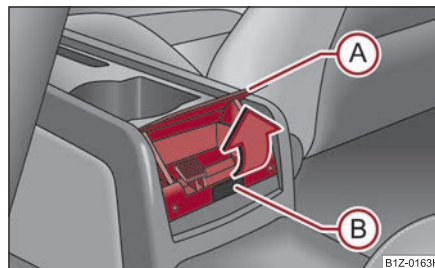

Fig. 112 Consola centrală inferioară: Scumiera spate
- Prindeți capacul scumierei de partea de jos (A) și rabatați-l în sensul săgeții ⇒ fig. 112.